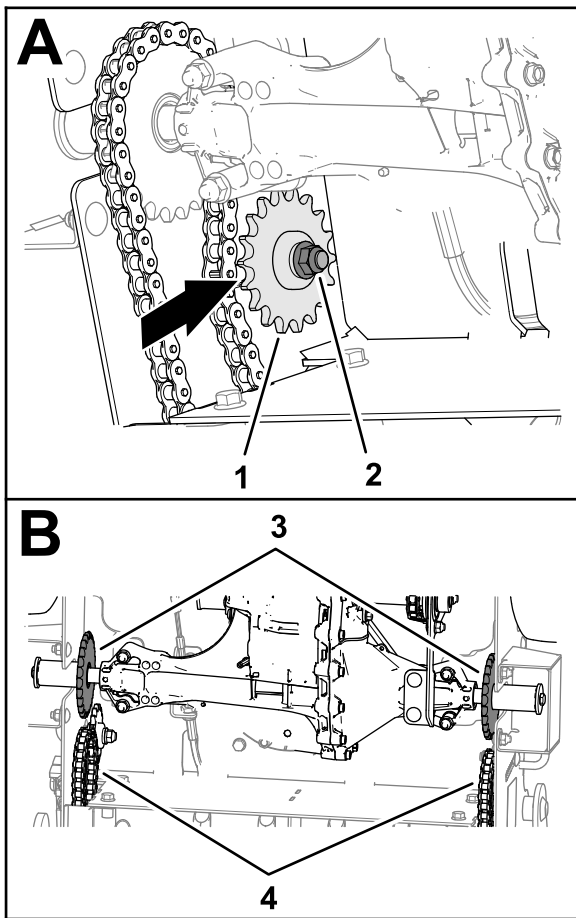

Figure 54
4. Desserrez les boulons de carrosserie et les écrous à embase qui fixent les pignons de tension aux chaînes d'entraînement des louchets de chaque côté de la machine, et éloignez les pignons des chaînes (Figure 54).
5. Retirez les maillons de jonction des chaînes d'entraînement des louchets et déposez la chaîne des pignons d'entraînement des louchets avant (Figure 54).